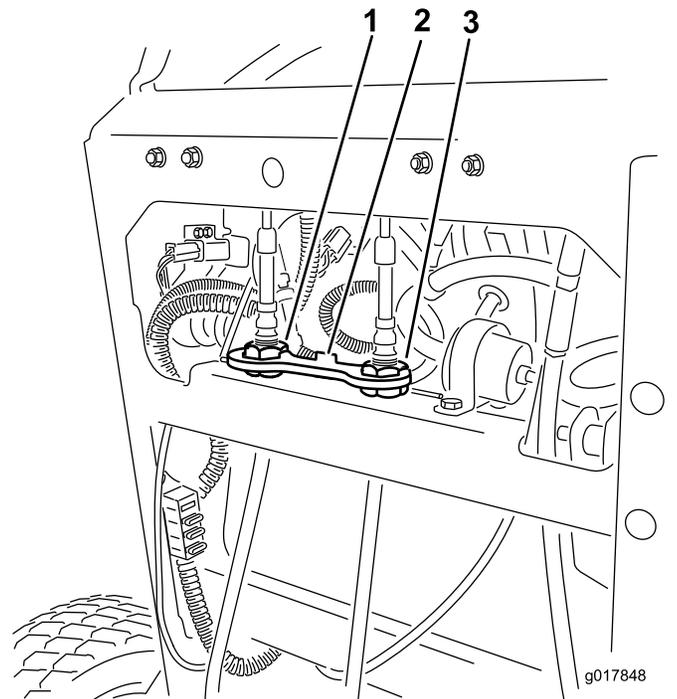

Bild 53
4. Drehen Sie die rechte Kabeleinstellung so, dass der rechte Fahrtriebshebel in der Mitte des Schlitzes für die arretierte Neutral-Stellung am Armaturenbrett ist (Bild 53).